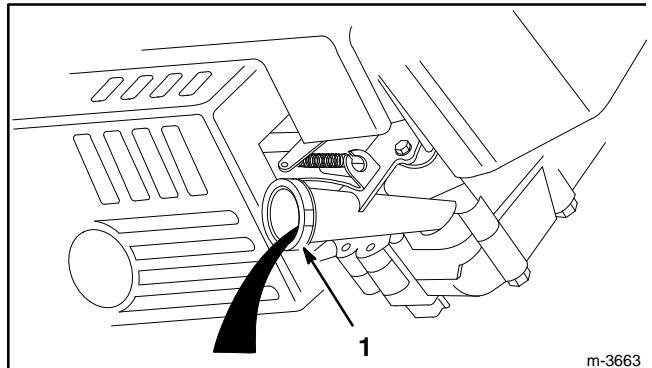

Abbildung 22
- Den Mäher auf die linke Seite kippen, damit das Öl in die Wanne ablaufen kann (Abb. 22).